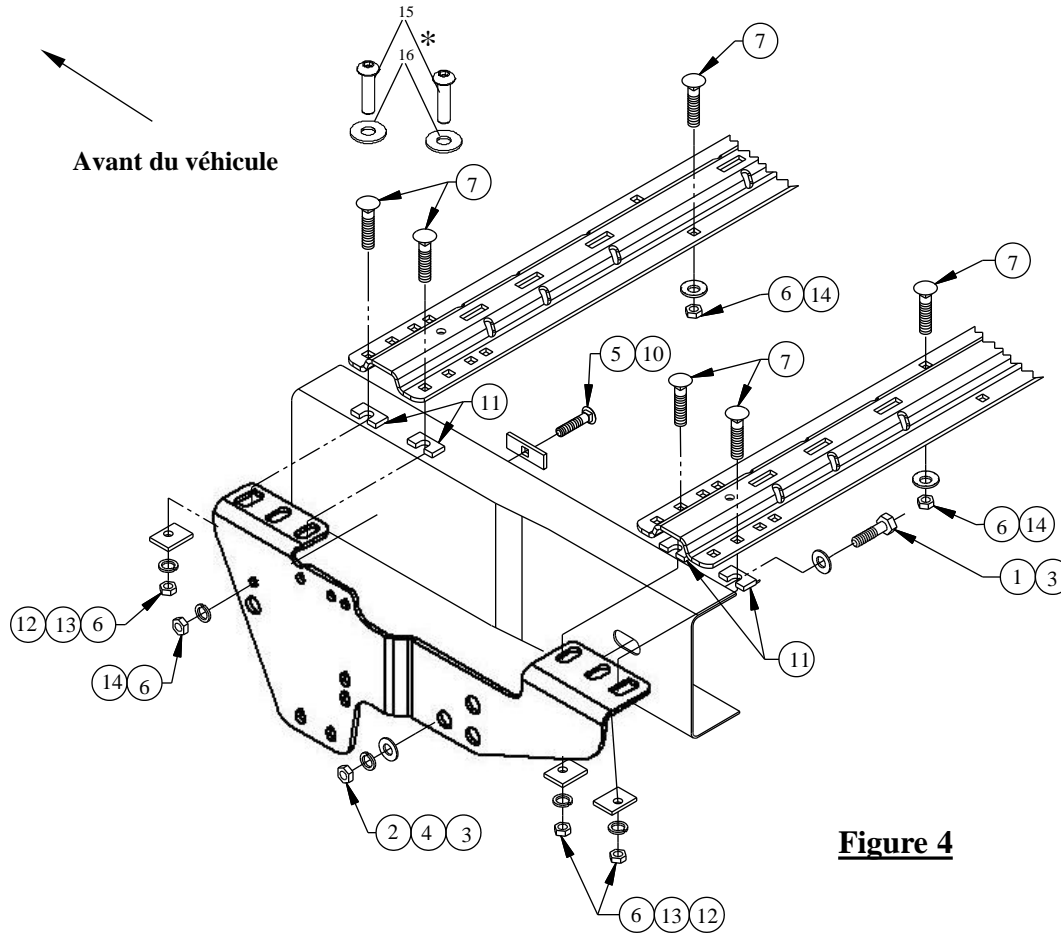

Figure 4
6. Placer les supports de cadre vis-à-vis des trous 9/16 po percés à l'étape 5 puis, en se servant de ces supports de cadre comme gabarit, percer un trou 1/2 po à travers le longeron du véhicule et fixer les supports dans les longerons, comme illustré à la Figure 4.